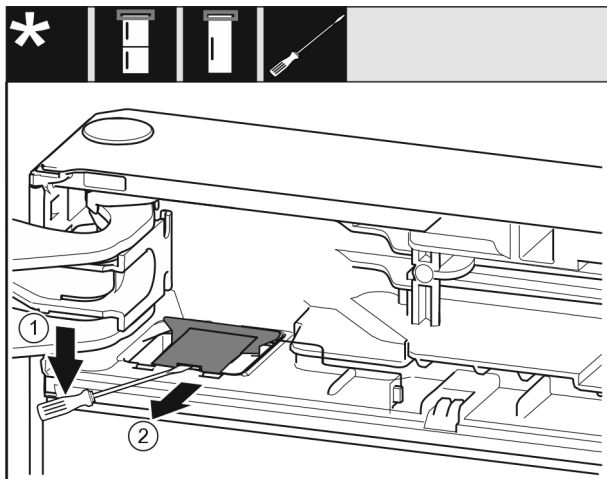

Fig. 14
- ▶ Met een platte schroevendraaier de afdekking Fig. 14 (1) losmaken.
- ▶ Afdekking Fig. 14 (2) eruit trekken.